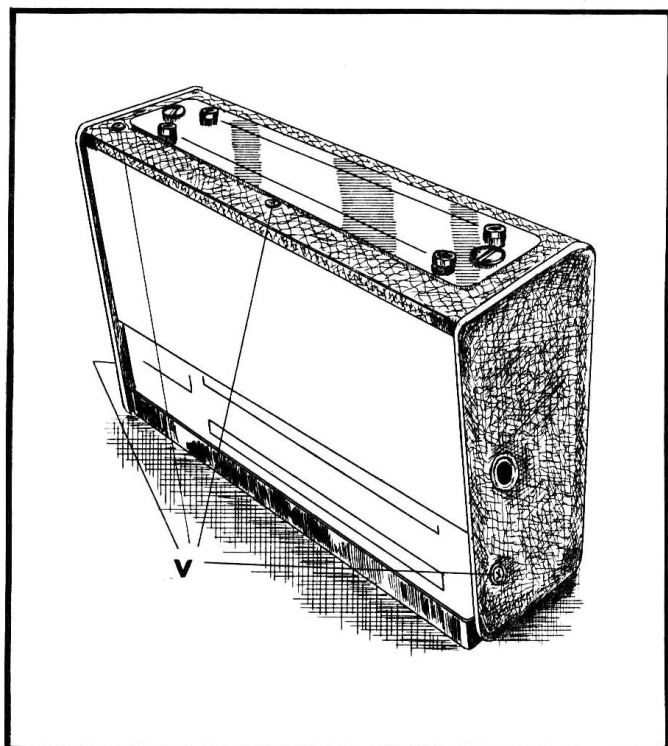

fig. 13
- Dévisser les 4 vis **V** (fig. 13)